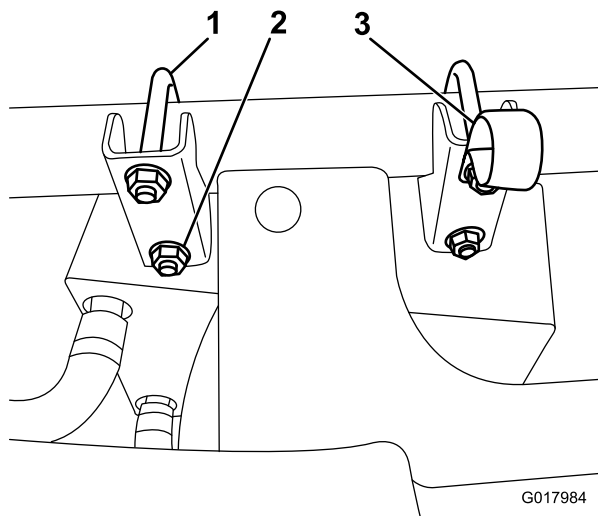

Figura 4
2. Fissate il riscaldatore e il gruppo staffa sul tubo della struttura anteriore utilizzando i bulloni a U quadrati e i dadi flangiati in dotazione (Figura 4).
3. Fissate la fascetta fermacavi a R sotto il dado superiore più vicino al centro del veicolo (Figura 4).